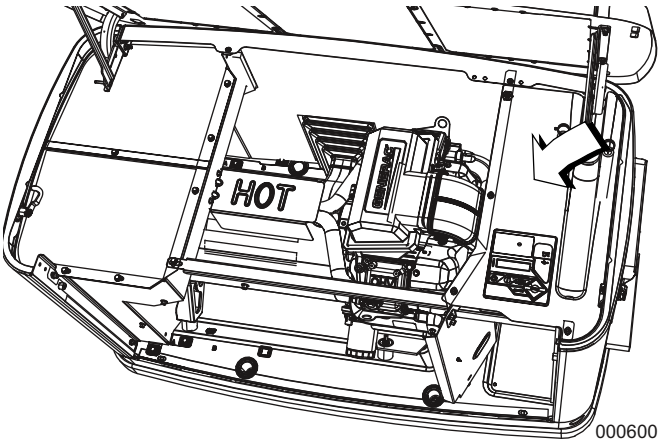

Figura 2-4. Inspección en busca de daños
- 7. Una vez que la tapa esté abierta, retire el tablero de acceso delantero levantándolo hacia arriba y afuera. También retire el panel negro, indicado por la flecha, sobre la parte superior de la zona de conexiones del cliente. Vea la Figura 2-4.